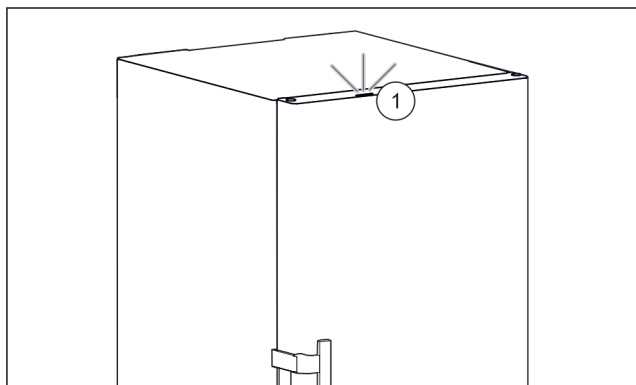

Fig. 90 Voyant d'état actif lorsque la porte est fermée
- ▶ Le voyant d'état Fig. 90 (1) est activé.